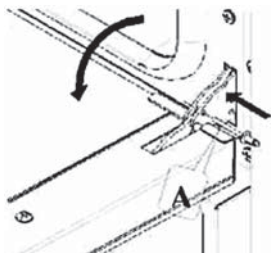

Fig. 6
- steek de meegeleverde stoppen in de gaten "A" op de scharnieren (Fig. 6);